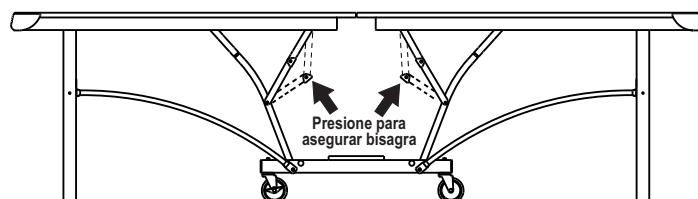

Figura 17
3. Asegure las cuatro bisagras. Ver Figura 17.
1. Ponga la mesa en posición de juego y asegure las bisagras como se muestra en la Figura 17.